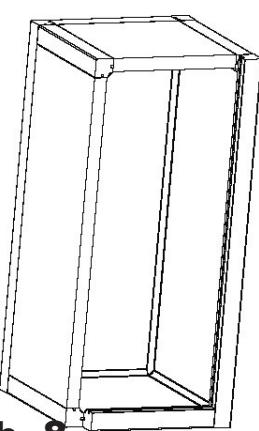

Abb. 8
- Das Deckenprofil positionieren und einhaken **Abb. 8**.